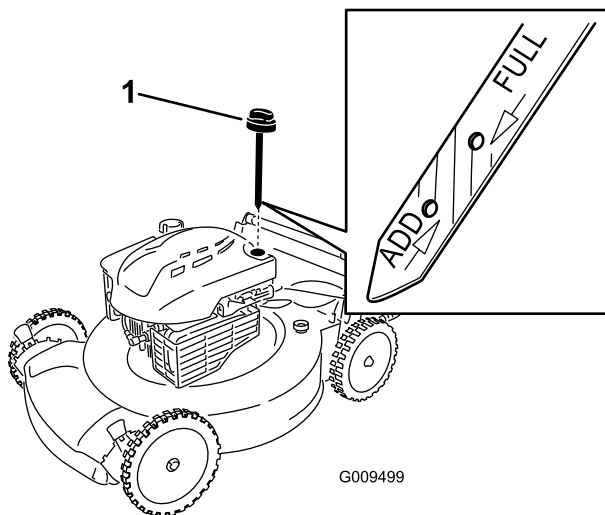

Рисунок 4
- Извлеките масломерный щуп (Рисунок 4).
- Медленно заливайте масло в маслозаливной патрубке до тех пор, пока уровень масла не достигнет отметки Full (ЗАПОЛНЕНО) на масломерном щупе (Рисунок 4). **Не допускайте переполнения картера.**